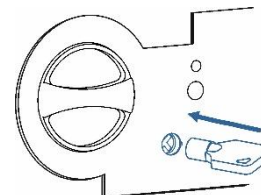

Рис. 5.2
- Снимите заглушку аварийного замка (3) см. Рис.5.2